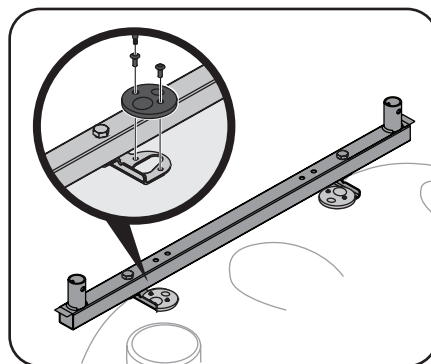

Figure 3-11
4. Utilisez l'outil Torx (727-05140) pour installer les quatre vis Torx T30 enlevées à l'étape 2 (non comprises dans la trousse de quincaillerie) afin d'installer le support à l'arrière du tracteur comme montré à la Figure 3-11.